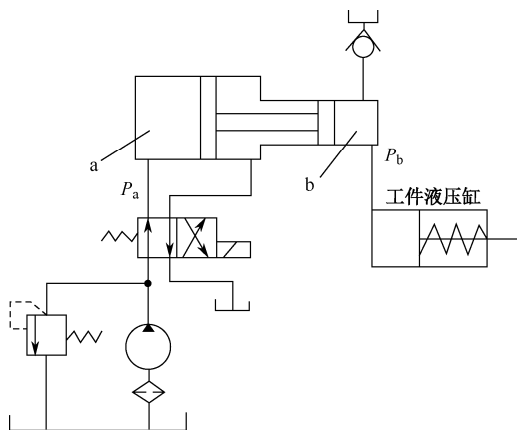

图 3-1-2
1. 如图 3-1-2 所示的增压回路，增压缸大、小活塞面积分别为  $A_a=0.05\text{m}^2$ 、 $A_b=0.005\text{m}^2$ ，工作缸活塞面积为  $A=0.02\text{m}^2$ ，泵的流量为  $q_{\text{泵}}=20\text{L}/\text{min}$ ，工作缸负载为  $50\text{kN}$ 。求：